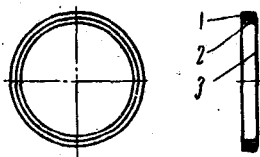

图8 查泄漏的橡皮膜
(4) 水室分成兩側的凝汽器在运行中檢查泄漏的方法 在运行中发现凝汽器有泄漏，可采取临时性的查漏方法如下：隔絕和停用凝汽器的一側，打开水室的人孔門，用点燃的蜡烛或者用一只橡皮膜工具如图8依次接近各根凝汽器管子的管口，因为凝汽器的蒸汽空間的真空使发生泄漏的管子将空气从管口吸入，所以当火焰或橡皮膜工具靠近这根管子，就会被吸引，火焰傾向管口或橡皮膜貼向管口，从这个現象可以确定泄漏的管子，并采用临时的措施堵掉这些管子；这个方法仅在泄漏比較严重时，方能見效，对于微小的滲漏，很难用这个方法来找它。但当泄漏过分严重时，又会在停用水室的一側，打开人孔門时，使大量空气漏入蒸汽空間，引起真空迅速下降，迫使停机，故在停用水室的一側后及打开人孔門时，要注意凝汽器的真空有否急烈的下降，如发现此現象应立即使这一側的水室充水，以避免真空下降，紧急停机事故，檢查泄漏工作則須在停机时进行。